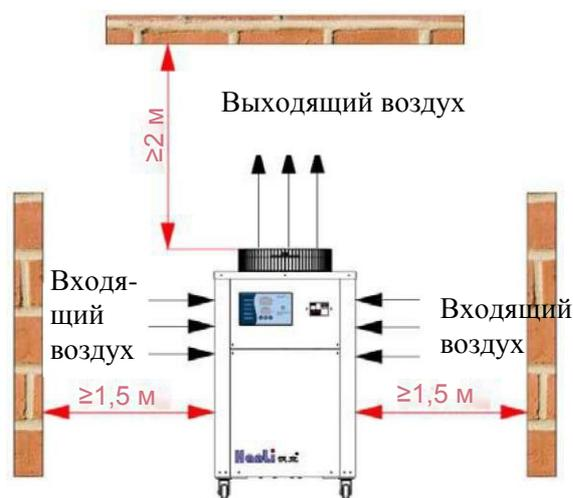

Рисунок 4. Требования к месту для установки
- На расстоянии 1,5 м от входа для воздуха и на расстоянии 2,0 м от выхода для воздуха, как показано на рис. 4, не допускается ограждение, чтобы не влиять на рассеивание тепла оборудованием.